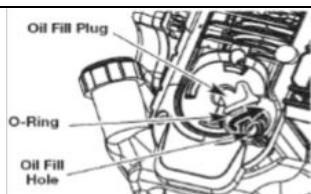

Рис. 20
**ПРИМЕЧАНИЕ:** при выполнении проверки и замены масла, убедитесь в том, что на крышке маслосливного отверстия установлено уплотнительное кольцо (Рис. 20).